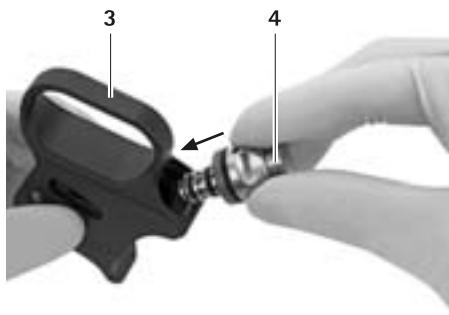

Fig. 3
- Enroscar el botón de irrigación 4 en la empuñadura MINOP TREND 3 hasta el tope, ver Fig. 3.